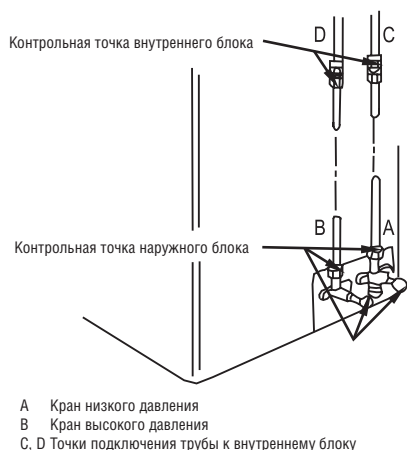

Рис. 7-6
- Проверьте все места соединения при помощи детектора или мыльного раствора (см. рис. 7-6).